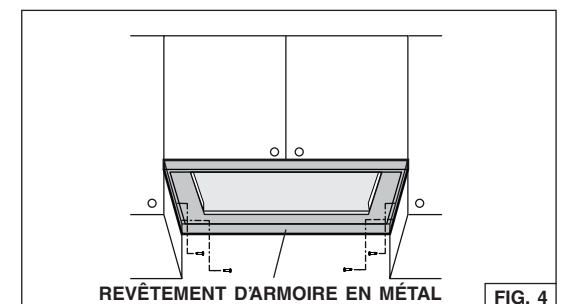

FIG. 4
3. Fixer le revêtement d'armoire à l'aide des 4 vis incluses avec celui-ci (Fig. 4).